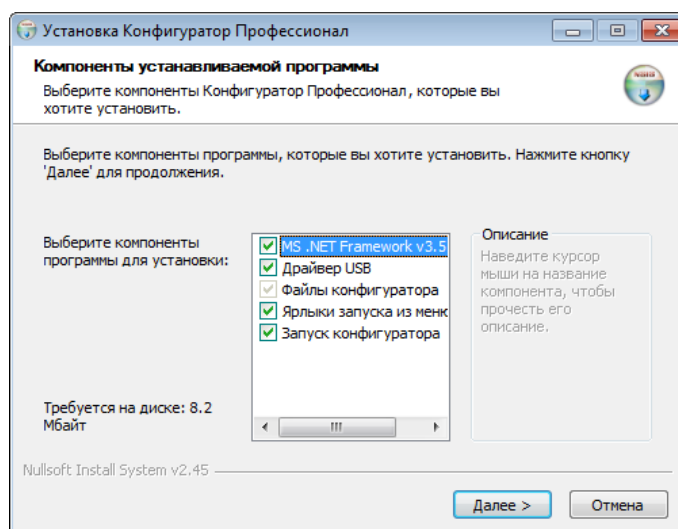

Рис. 4.2. Окно *Компоненты устанавливаемой программы*
4. В открывшемся окне оставьте установленными все флажки и нажмите кнопку  (Рис. 4.2).